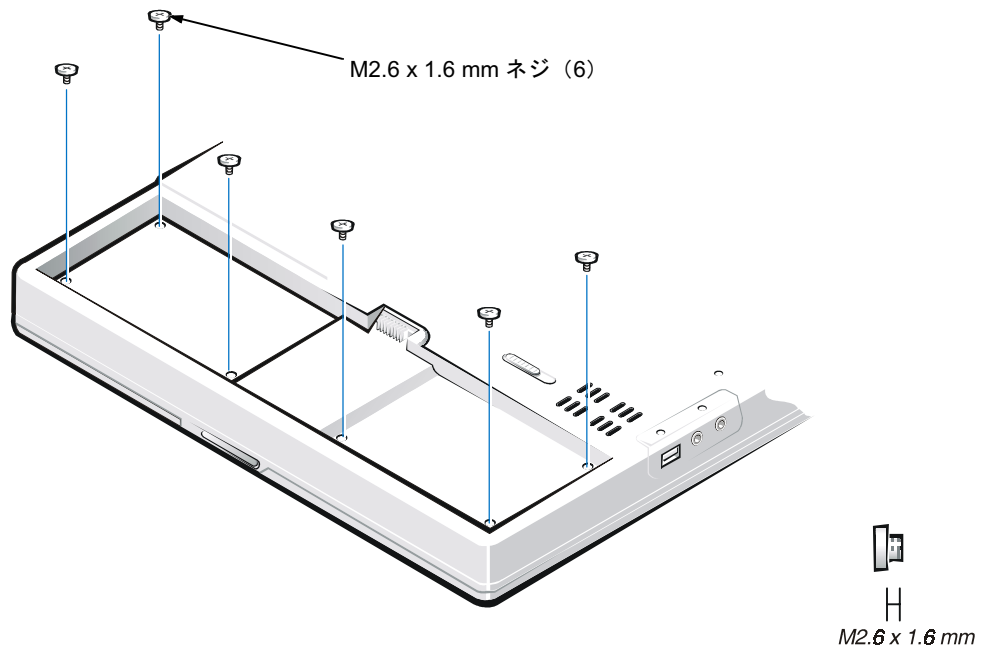

図 14 パームレストアセンブリのネジの取り外し
5. バッテリーベイに固定してある 6 本の M2.6 x 1.6 mm ネジを取り外します (図 14 参照)。
7. パームレストアセンブリの底面とボトムケースアセンブリを固定するバッテリーベイの 6 本の **M2.6 x 1.6 mm** ネジを取り付けます (図 14 参照)。